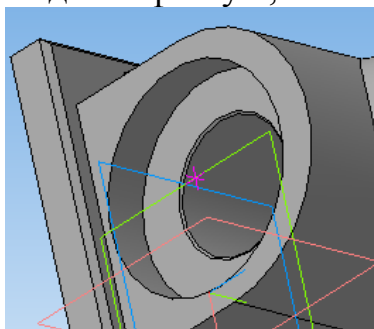

Рис. 10.
12. Для снятия фаски используйте команду *Фаска* . Указав необходимые ребра, создайте фаску 0,5x45° (рис. 10).